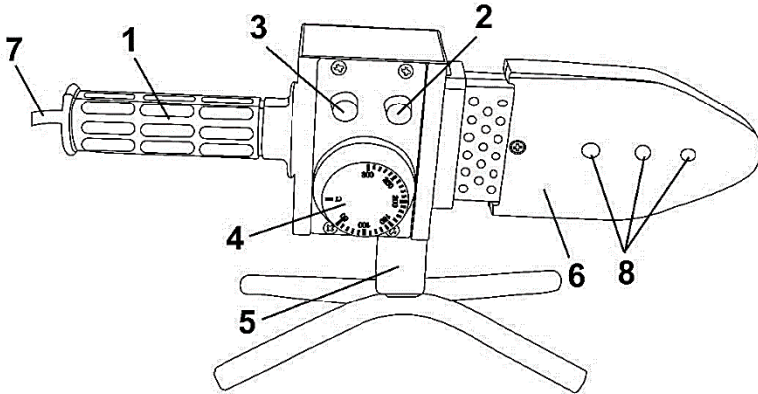

Рисунок 1
2.2.1 Виріб складається з наступних основних частин: нагрівального елемента (6), в який встановлюються циліндричні змінні насадки з тефлоновим покриттям для розігріву стикових поверхонь труб різноманітних діаметрів перед зварюванням; корпусного блоку управління з рукояткою (1), двома світловими індикаторами нагріву (2) і контролю температури (3), терморегулятором/вимикачем (4) та фіксатором для фіксації опори; опора для встановлення та утримання виробу під час розігріву – згідно рис. 1. Виріб комплектується змінними насадками для певної номенклатури діаметрів труб.